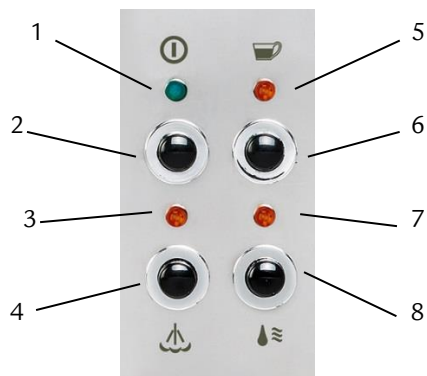

Abb. 1
- Entnehmen Sie nun ca. 1,5 – 2,0 l Wasser über die Brühgruppe, indem Sie den Kaffee-Schalter (Abb. 1 – Position 6) betätigen.
Betätigen Sie den Dampf-Schalter (Abb 1 – Position 4). Da die Maschine zur Dampfproduktion nachheizen muss, leuchtet nun die Heizungslampe (Abb. 1- Position 3) auf. Hierbei kann das Pumpendruckmanometer evtl. ausschlagen, dies ist aber bedeutungslos.